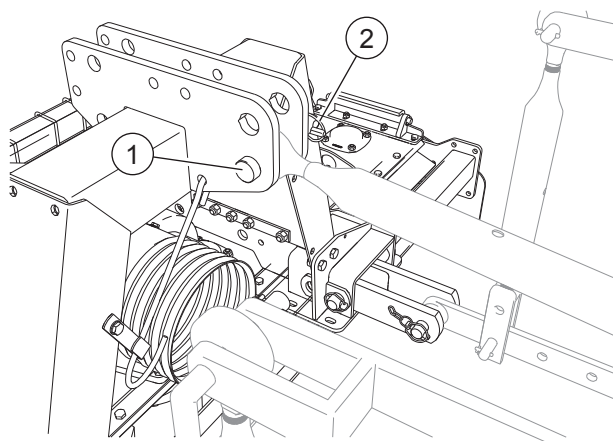

FIG. 25
- Accostare il tirante del sollevatore all'attacco terzo punto (“Fig. 25”). Regolare il tirante in modo che la macchina rimanga posizionata a terra. Inserire il perno di attacco (1). Bloccare il perno con la coppia a scatto (2) in dotazione.